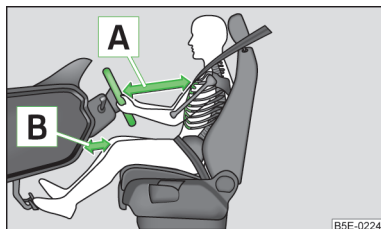

Fig. 113
- Impostare il volante in maniera tale che la distanza tra il volante e il petto sia pari a min. 25 cm **A** » fig. 113. Regolare la distanza delle gambe dalla plancia nel settore dell'airbag delle ginocchia, in modo che sia pari ad almeno 10 cm **B**. Se non si rispetta questa distanza minima, il sistema airbag non può proteggere - pericolo di morte!